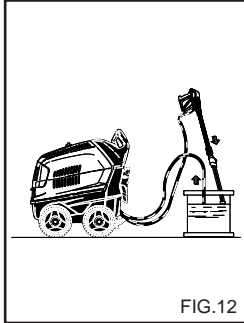

FIG.12
Dette kapitel behandler kun de modeller som er udstyret med "trykregulerende" anordning. Trykregulatoren, fig. 12, giver brugeren mulighed for at indstille arbejdstrykket. Når knap C drejes mod uret (B) (minimum), nedsættes driftstryk.
ANVENDELSE AF ANTI-FROSTVÆSKE (fig. 12)